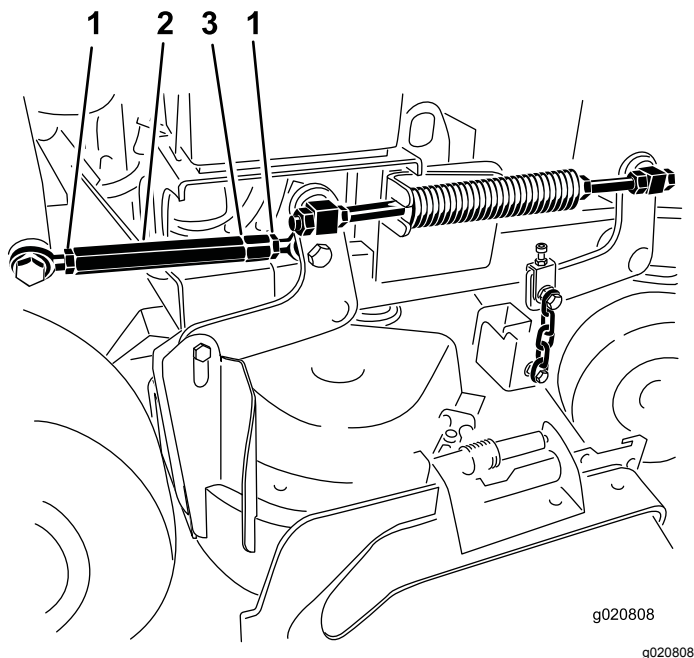

Figure 85
4. Desserrez les écrous de blocage à chaque extrémité du tendeur (Figure 85).